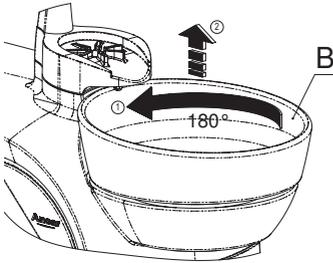

Fig. 9
Para evitar salpicaduras y el paso de sólidos, la taza incorpora un filtro (E) y una tapa (F) localizados ambos en el desagüe de la taza (fig. 9).